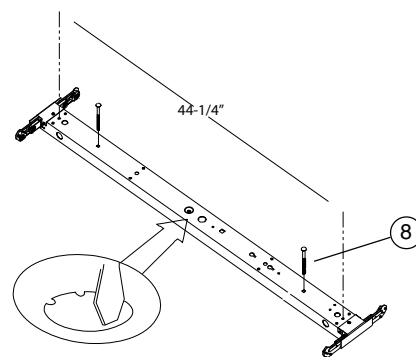

Figure 2
2. Remove two Screws (6) securing Channel Cover (4) to Channel Assembly (5).
3. Remove 7/8" diameter center knockout by placing straight blade screwdriver on knockout and striking with hammer. (Wear safety glasses when hammering.) Remove slugs by flexing back and forth with pliers. **See Fig. 2.**
6. Lift fixture assembly to ceiling, center over outlet box and parallel to walls. Mark ceiling with pencil for mounting holes through two 5/16" holes. Drill 1/8" pilot hole at each location. **See Fig. 2.**
2. Quite los dos Tornillos (6) que asegura la Cubierta del Canal (4) a Ensamblaje del Canal (5).
3. Quite el knockout de 7/18" de diámetro colocando un destornillador plano en el centro del knockout y déle un golpe con un martillo. (Siempre utilice gafas de seguridad cuando use un martillo.) Termine de sacar el knockout con una pinza, moviendo el knockout de lado a lado hasta que salga . **Vea Fig. 2.**
6. Levante la luminaria hacia el techo centrándola sobre la caja de conexiones y paralela a la pared. Marcar el techo con un lápiz los agujeros de montaje a través de las ranuras (2) de 5/16". Taladrar un agujero guía de 1/8" en cada lugar. **Vea Fig. 2.**